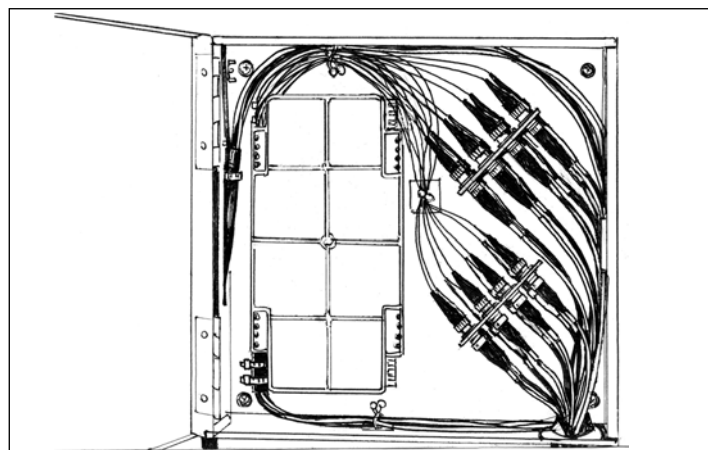

Рис. 3.19. Выкладка кабелей и шнуров в шкафу
**3.2.10.** Далее производят операции со станционным кабелем, предварительно откручивая пылезащитные колпачки. Окончательное расположение линейного и станционного кабелей внутри шкафа, показано на рис. 3.19. По окончании работ шкаф закрывают на ключ.